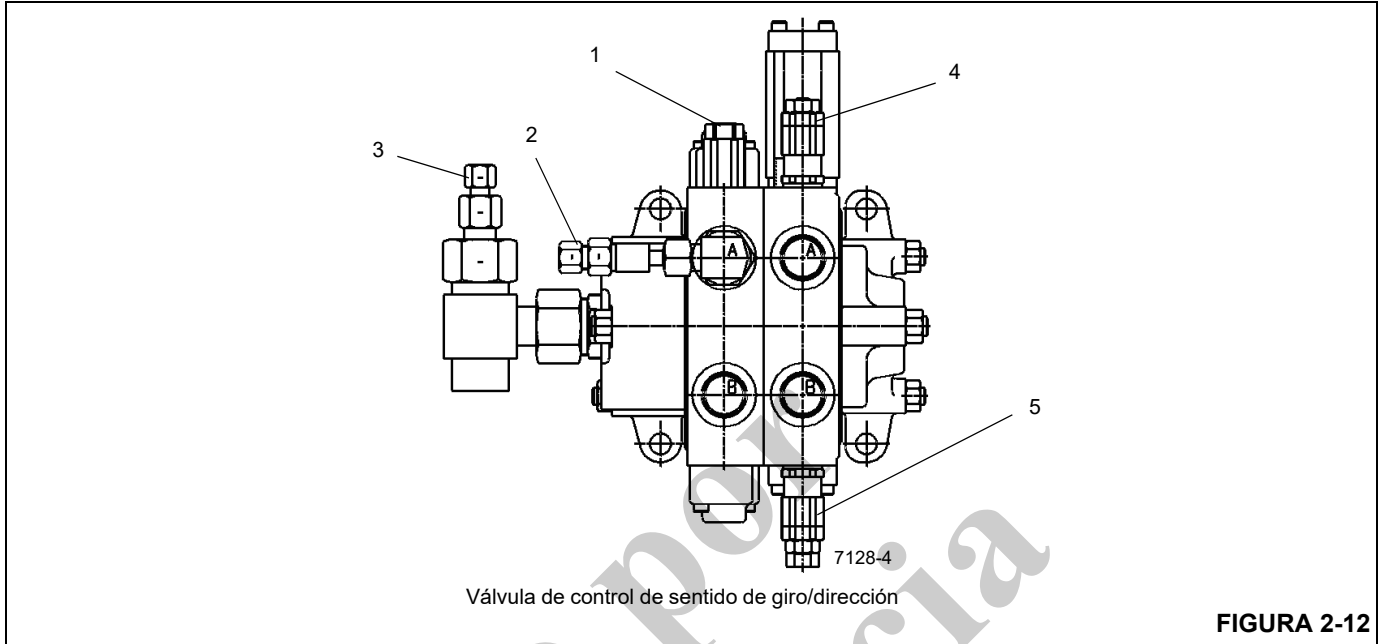

FIGURA 2-12
1. Quite la tapa e instale el manómetro en la lumbrera de prueba de detección de carga de la válvula de dirección (Figura 2-12).
1. Quite la tapa e instale el manómetro en la lumbrera de prueba de entrada de la válvula de giro (Figura 2-12).